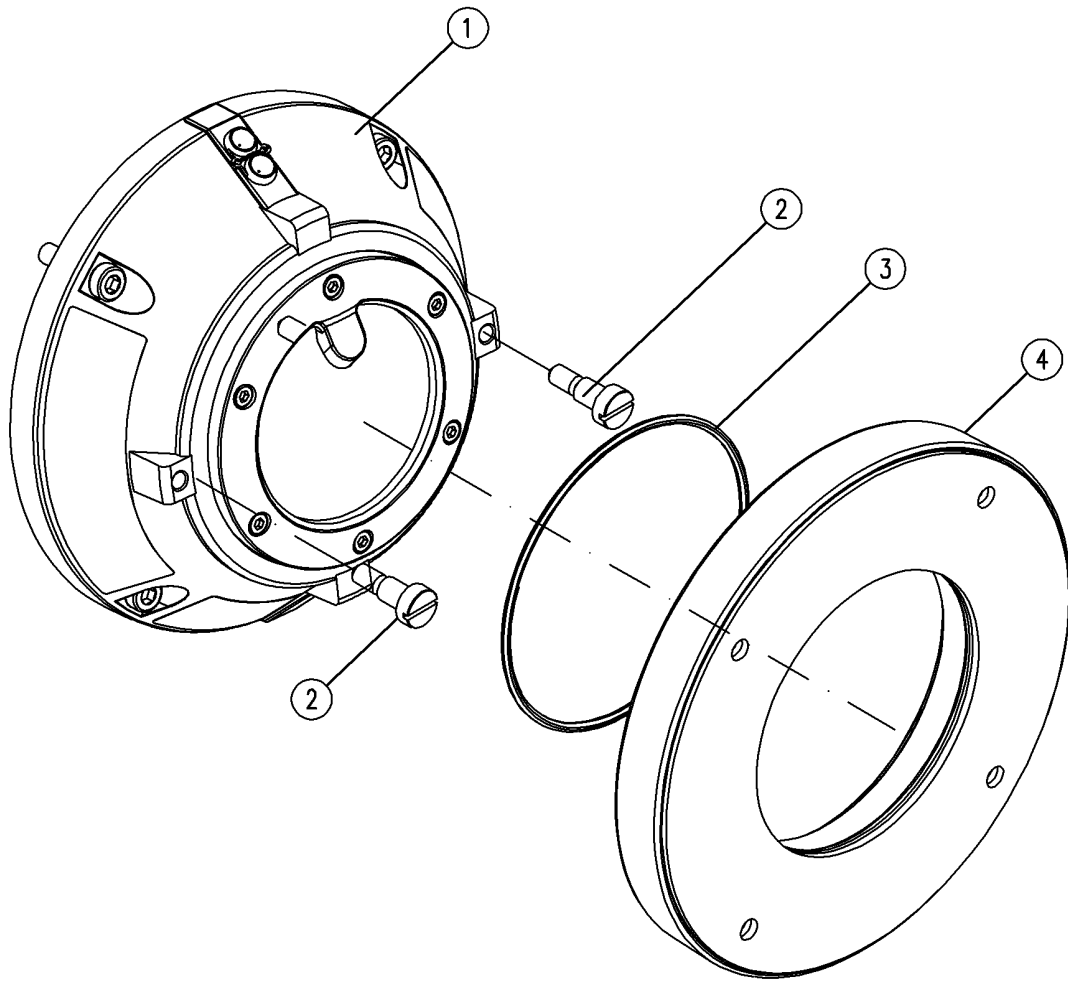

Abb. 30: FMX5000 IR 3GD Konsolenmontage
1. ➤ Bohrungen zur Montage der Konsole vornehmen. Dabei die Konsole als Bohrschablone verwenden. Die Abmessungen der Konsole (Abb. 30/4) und des Melders beachten.
3. ➤ Beiliegende Schrauben M5 (Abb. 30/2) in den Melder (Abb. 30/1) einschrauben.
8. ▶ Hohe Dichtigkeitsanforderungen: Beiliegenden O-Ring (Abb. 30/3) in die Nut der Konsole einsetzen.
10. ▶ Schrauben M5 (Abb. 30/2) im Melder um ca. eine Umdrehung lösen, Melder erneut auf die Konsole setzen und mit dem Bajonettverschluss arretieren.